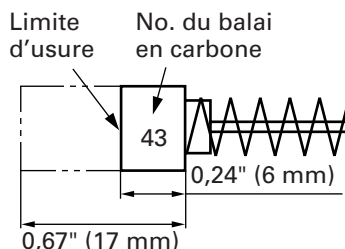

Fig. 24
## 4. Contrôle des balais en carbone (Fig. 24)
**REMARQUE:** Utiliser le balai en carbone HITACHI No. 43 indiqué sur la Fig. 24.